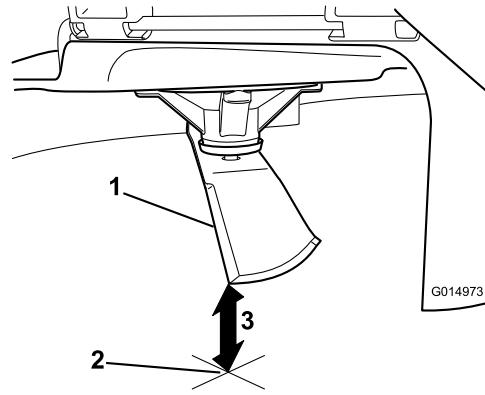

Figure 66
5. Mesurez la distance entre la pointe de la lame et la surface plane (Figure 66).